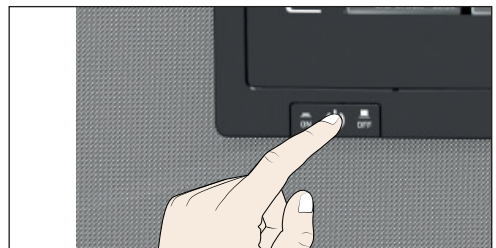

Fig. 20 Apagar el equipo
3. Apague el equipo (Fig. 20).